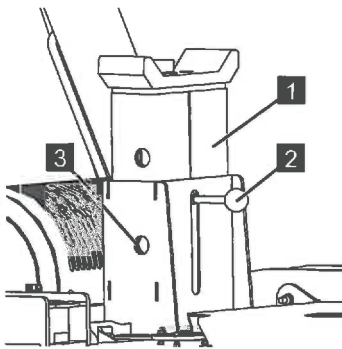

Abb. 101
5. Die Teleskopauflage (Abb.101/1) am Griff (Abb.101/2) nach oben ziehen, bis die gewünschte Bohrung (Abb.101/3) fluchten.